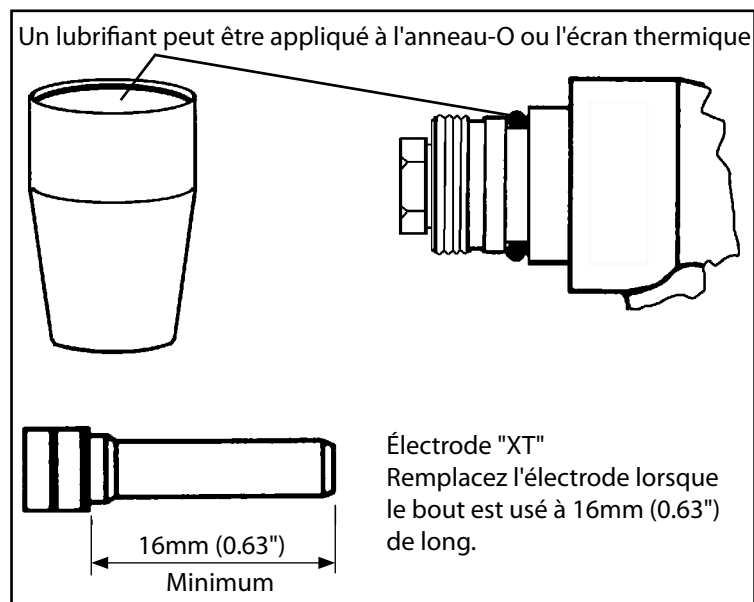

Figure 3-1
3. Discontinuez l'usage de la torche si l'électrode devient érodée à une profondeur de plus de 16mm (0.63 pouce) tel qu'illustré dans la Figure 3-1.
Appliquez une petite quantité de lubrifiant - 17672, fourni dans la trousse des pièces de rechange, à l'écran thermique ou l'anneau-O tel qu'indiqué dans la Figure 3-1. Vérifiez l'anneau-O pour tout signe de dommage à chaque fois que l'écran est enlevé. Remplacez si nécessaire. Le numéro de pièce de l'anneau-O est 950790.